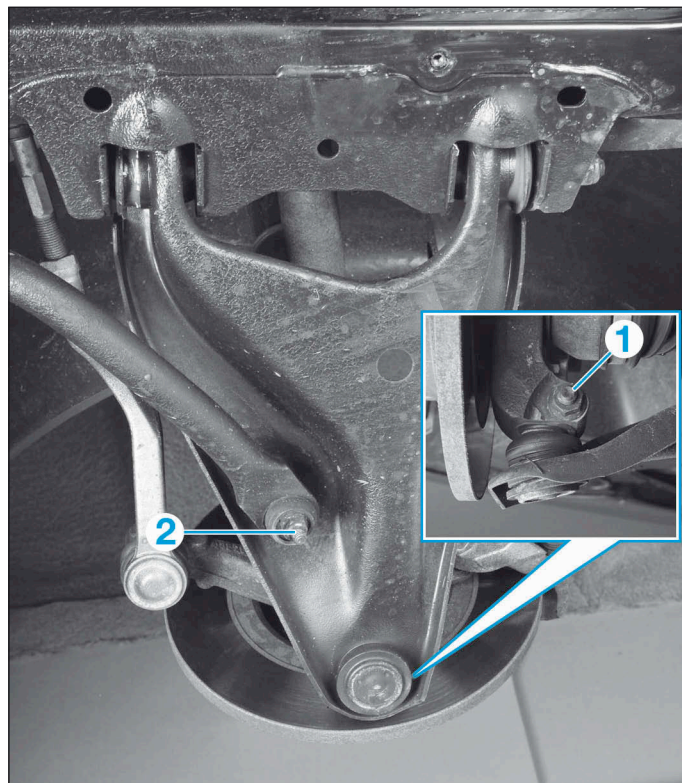

FIG.12
- Déposer (Fig.12) :
- la fixation (1) de la rotule inférieure sur le pivot,
- l'écrou (2) de la biellette de barre stabilisatrice.